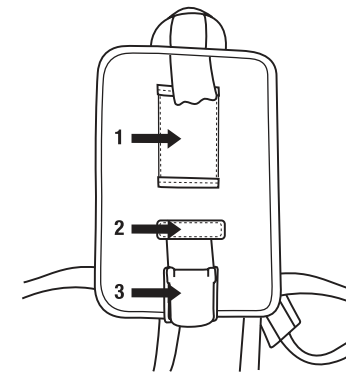

Fig. 10b
1. Com qualquer uma das extremidades do motor/ventilador na direção da parte de cima do equipamento das costas (a extremidade com o manípulo de arrasto), passe a tira do equipamento das costas através da fenda retentora no motor/ventilador e a manga retentora (Fig. 10b-1) no mencionado equipamento das costas.
2. Passe a tira através das fendas retentoras inferiores no motor/ventilador e da manga retentora pequena (Fig. 10b-2) no equipamento das costas.
3. Passe a tira através da fivela (Fig. 10b-3) e aperte.